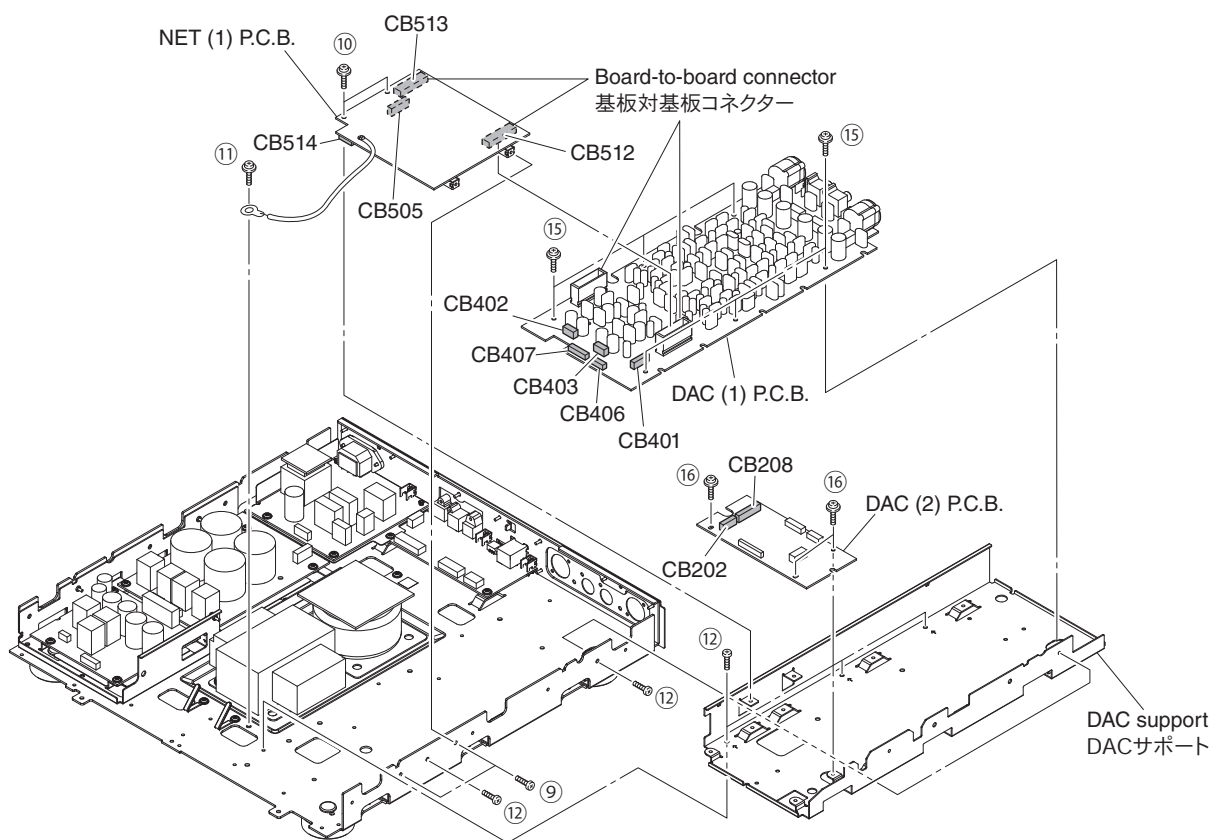

Fig. 4
6. Removal of NET (1) P.C.B.
- Remove 2 screws (9), 2 screws (10) and screw (11). (Fig. 4)
- Remove CB512, CB513 and then lift the NET (1) P.C.B. which is connected directly to the DAC (1) P.C.B. with board-to-board connectors. (Fig. 4)
- Remove CB505 and CB514. (Fig. 4)
- Remove the NET (1) P.C.B. (Fig. 4)
6. NET (1) P.C.B. の外し方
- 9 のネジ 2 本、10 のネジ 2 本、11 のネジ 1 本を外します。(Fig. 4)
- CB512、CB513 を外し、NET (1) P.C.B. を持ち上げます。ただし、NET (1) P.C.B. は DAC (1) P.C.B. に基板対基板コネクタで直接接続されています。(Fig. 4)
- CB505、CB514 を外します。(Fig. 4)
- NET (1) P.C.B. を外します。(Fig. 4)
7. Removal of DAC (1) and DAC (2) P.C.B.s
- Remove 5 screws (12). (Fig. 4)
- Remove CB202, CB208 and CB401-403. (Fig. 4)
- Remove the DAC (1) and DAC (2) P.C.B.s together with the DAC support. (Fig. 4)
- Remove 6 screws (15). (Fig. 4)
- Remove CB406 and CB407. (Fig. 4)
- Remove the DAC (1) P.C.B. (Fig. 4)
- Remove 3 screws (16). (Fig. 4)
- Remove the DAC (2) P.C.B. (Fig. 4)
7. DAC (1)、DAC (2) P.C.B. の外し方
- 12 のネジ 5 本を外します。(Fig. 4)
- CB202、CB208、CB401 ~ 403 を外します。(Fig. 4)
- DAC (1)、DAC (2) P.C.B. を DAC サポートと一緒に外します。(Fig. 4)
- 15 のネジ 6 本を外します。(Fig. 4)
- CB406、CB407 を外します。(Fig. 4)
- DAC (1) P.C.B. を外します。(Fig. 4)
- 16 のネジ 3 本を外します。(Fig. 4)
- DAC (2) P.C.B. を外します。(Fig. 4)